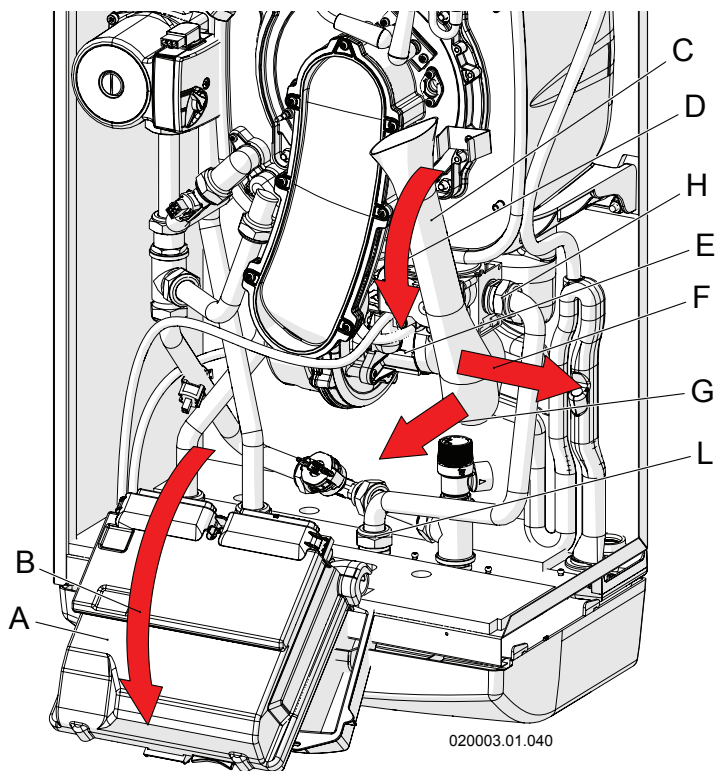

Figura 6-3 - Smontaggio collettore aria
- 13 - Togliere il collettore aria avendo cura di ruotarlo esternamente, quindi sfilarlo dall'imbocco del ventilatore (vedi figura 6-3, particolare "C");
- 14 - Smontare il tubo di ingresso del gas tramite i due raccordi (vedi figura 6-3, particolari "H" e "L");
- Rimontare il tubo di alimentazione gas tramite i due raccordi (vedi figura 6-3, particolari "H" e "L");
- Rimontare il collettore aria (vedi figura 6-3, particolare "C");